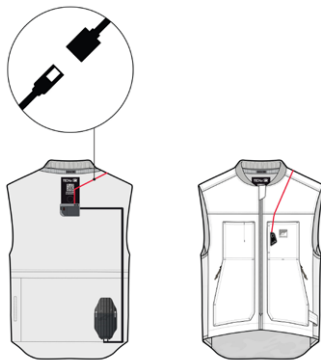

Figure 16
1. Accéder à l'unité de contrôle électronique (3) présente dans la poche située à l'arrière du système. Pour accéder à la poche, ouvrez la veste à l'aide de la fermeture à glissière et des bandes auto-agrippantes présentes sur la partie intérieure de la veste.
2. Débranchez le câble qui alimente l'écran LED (2), comme indiqué dans la figure 16.